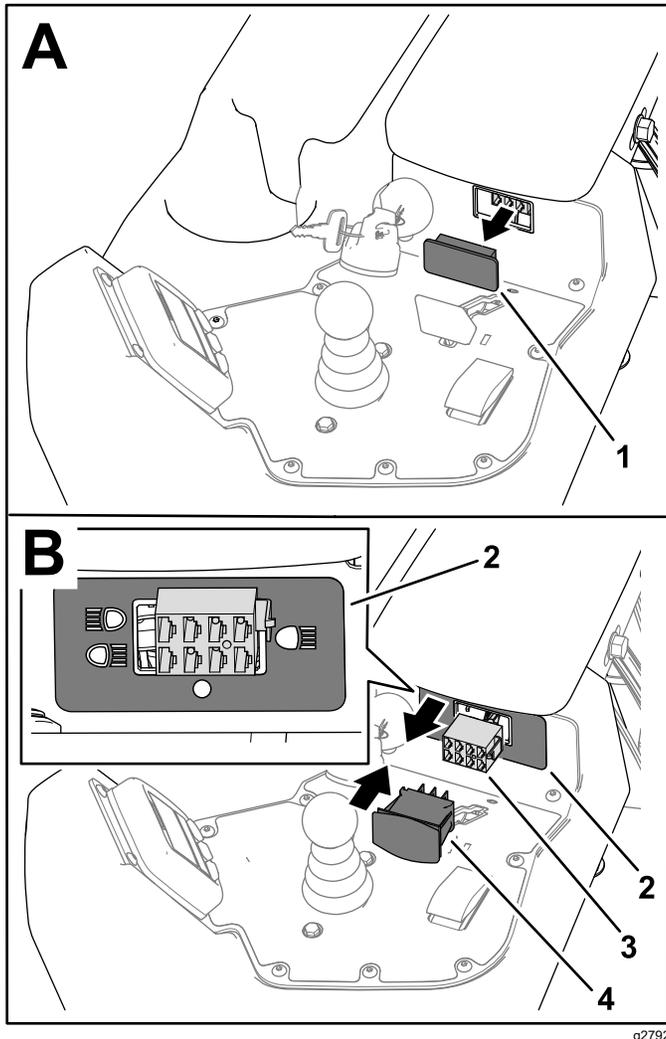

Figure 4
- Retirez l'obturateur de la console (Figure 4).
- Apposez l'autocollant (réf. 131-2046) comme montré à la Figure 4.
Observez l'orientation correcte de l'autocollant, comme montré à la Figure 4.
- Branchez le connecteur du faisceau étiqueté WORK LIGHT SWITCH au commutateur (Figure 4) et installez le commutateur.